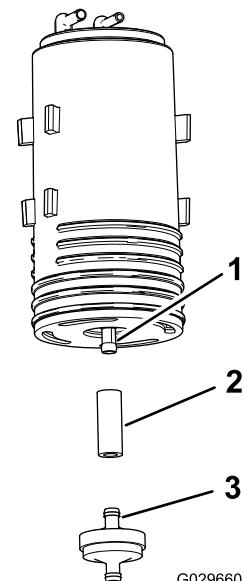

Figura 48
| 4. Retire el filtro del cartucho de carbón y la sección corta de manguera del acoplamiento inferior del cartucho de carbón antiguo ( <a href="#">Figura 48</a> ). |                                  |
| 5. Instale la manguera en el acoplamiento inferior del cartucho de carbón nuevo ( <a href="#">Figura 48</a> ). |                                  |
6. Introduzca el acoplamiento de un filtro del cartucho de carbón nuevo en la manguera (Figura 48).